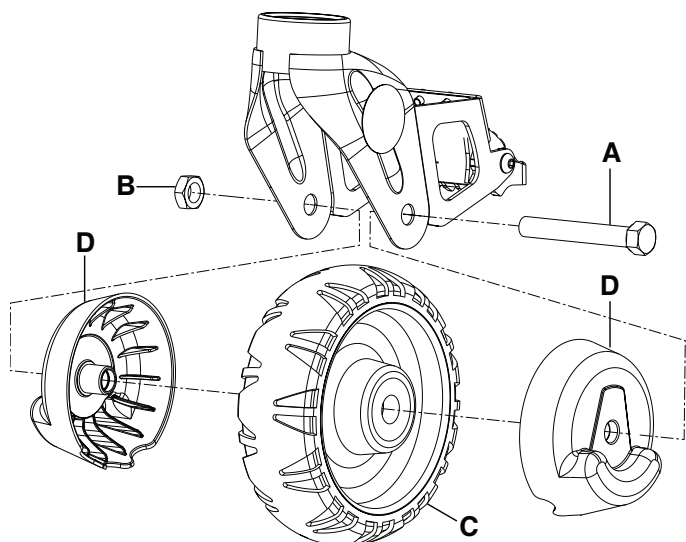
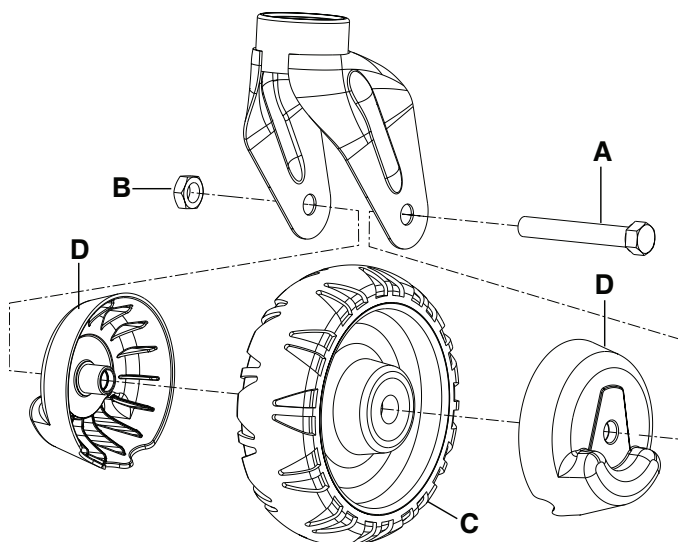

Рисунок 5 – Колеса каталки с колесными колпаками и стопором колес
Рисунок 6 – Колеса каталки с колесными колпаками без стопора колес
4. Расположите с двух сторон колеса два колпака (6390-001-206) (D) так, чтобы колпаки на двух сторонах соответствовали друг другу (Рисунок 5 или Рисунок 6).
5. Пользуясь торцевой головкой 5/8 дюйма с ключом с храповым механизмом 3/8 дюйма и комбинированным ключом 11/16 дюйма, установите болт с шестигранной головкой (A) и самостопорящуюся гайку (B) (0016-060-000) для крепления колеса (C) с колпаками (D) к поворотному кронштейну (Рисунок 5 или Рисунок 6).